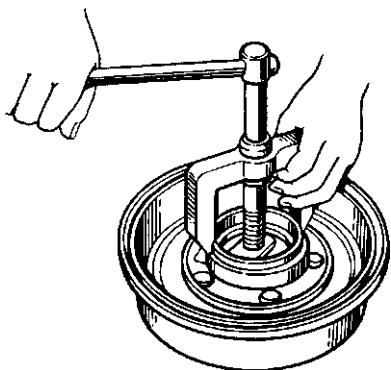

Рис. 11.6. Выпрессовка наружного кольца внутреннего подшипника ступицы
- Выпрессуйте наружное кольцо внутреннего подшипника приспособлением (рис. 11.6). Одновременно с наружным кольцом будет выпрессована манжета с упорной шайбой и внутренним кольцом этого подшипника.